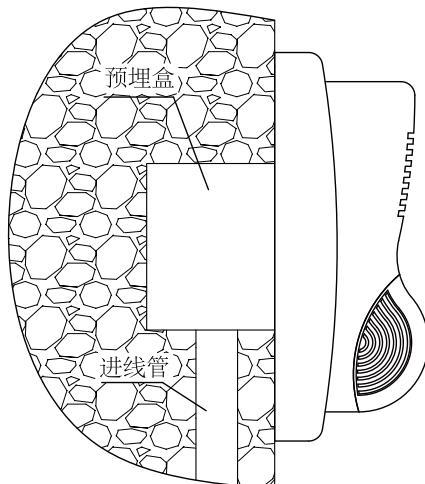
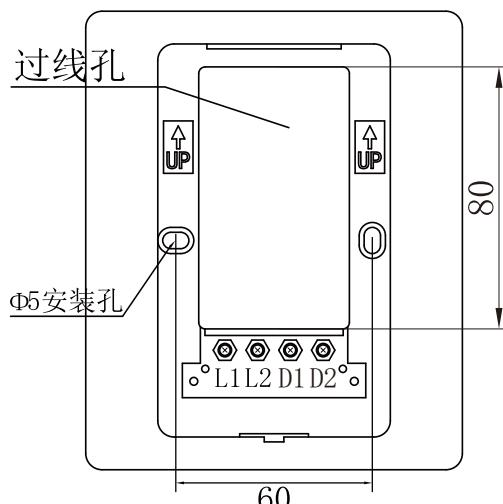

图2 进线管预埋示意图
图3 火灾声光警报器接线端子示意图
- 1.3 警报器采用线管预埋安装，将底盒安装在86H50型预埋盒上，安装孔距为60mm(参见图3)，安装示意图如图2所示。
2.接线端子示意图如图3所示